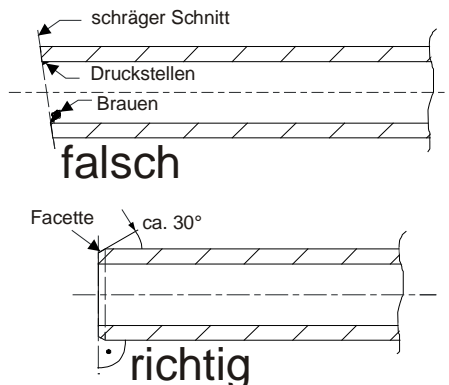

Abb. 20 Abschneiden der Rohre
- Die Rohre sind mit einem Rohrabschneider auf das erforderliche Mass abzulängen. Dabei ist darauf zu achten, dass ein zur Rohrachse rechtwinkliger Schnitt entsteht. Eventuell vorstehende „Brauen“ sind zu entfernen, **Abb. 20**.
- Die Enden der einzelnen Rohrstücke sind mit geeigneten Mitteln, z. B. Rohrschäler leicht anzuschragen (Facette), **Abb. 20**.